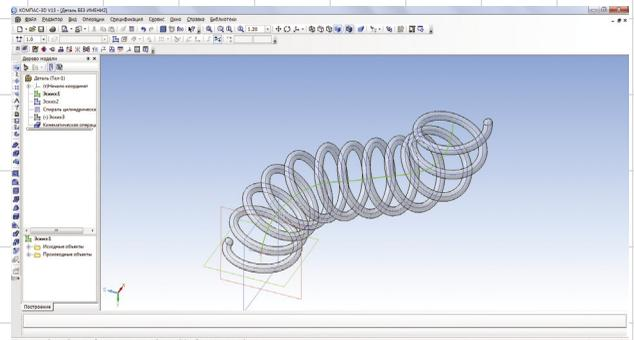

Рис. 6
- **Цилиндрическая спираль** — появился новый вариант определения высоты — *По плоской кривой* — этот вариант позволяет создать спираль, ось которой имеет форму линии в указанном эскизе (рис. 6);